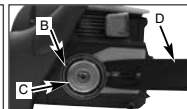

Abb. 4B
3. Treceți verigile de antrenare în canelurile (D) și peste capătul șinei (fig. 4B).